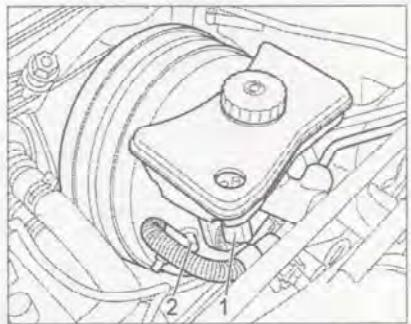

Рис. 7.316. Отсоедините разъем проводки (1) от датчика уровня тормозной жидкости. Отсоедините вакуумный шланг (2) от усилителя тормозного привода.
3. Извлеките из перегородки моторного отсека уплотнительную втулку шланга (A).
4. Извлеките зажим (C) до упора с помощью отвертки и слегка вытяните трубопровод (B).
5. Отсоедините разъем проводки (1) от датчика уровня тормозной жидкости (рис. 7.316).
23. Подсоедините шланг (2) к усилителю тормозного привода (рис. 7.316). Подсоедините разъем проводки (1) к датчику.